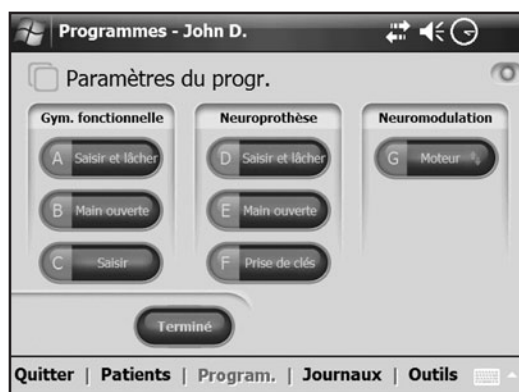

Figure 8-22 : Fenêtre Paramètres du progr.
1. À partir du **menu Programmes**, appuyez sur **Paramètres de programme** pour ouvrir la fenêtre Paramètres de programme. Reportez-vous à la Figure 8-22.